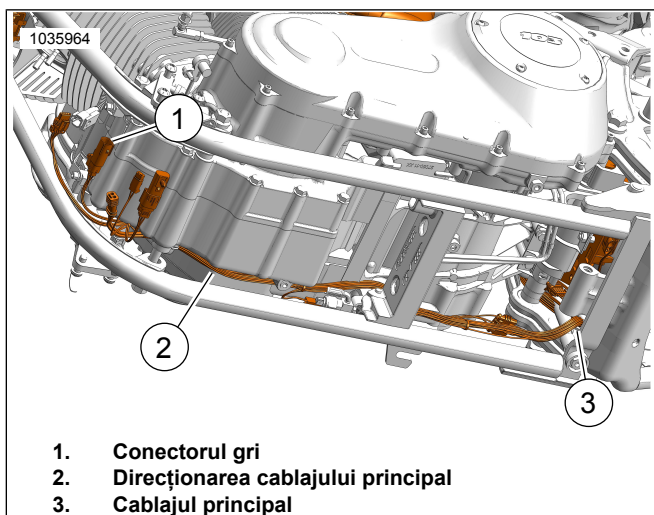

Figura 35. Direcționarea cablajului
14. Consultați Figura 35. Direcționați conectorul cablajului gri în afara compartimentului pentru baterii:
- Localizați cablajul principal (3).
- Direcționați cablajul cu conectorul gri de-a lungul cablajului principal (2) către conectorul cablajului principal față.
- Conectori care se potrivesc la culoare (1): gri la gri.